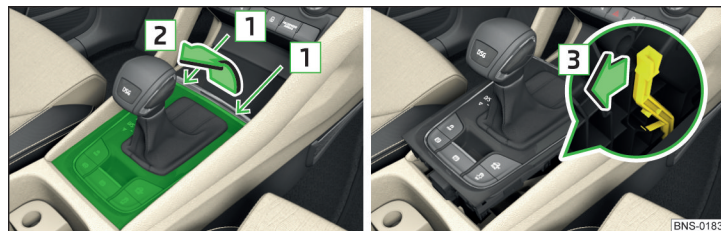

Fig. 360 Scoaterea capacului / deblocarea selectorului de viteze
- Introduceți o șurubelniță dreaptă sau o sculă similară în fantă, în zona săgeților **[1]** » **fig. 360** și desprindeți cu atenție capacul în sensul săgeții **[2]**.